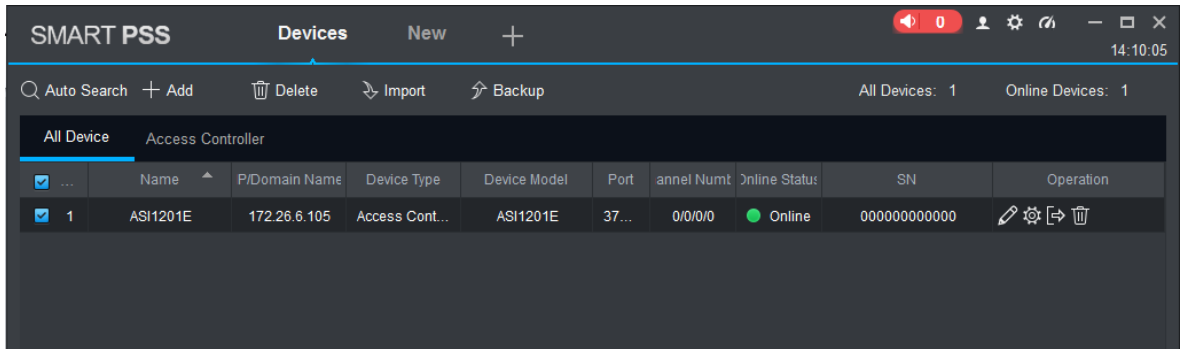
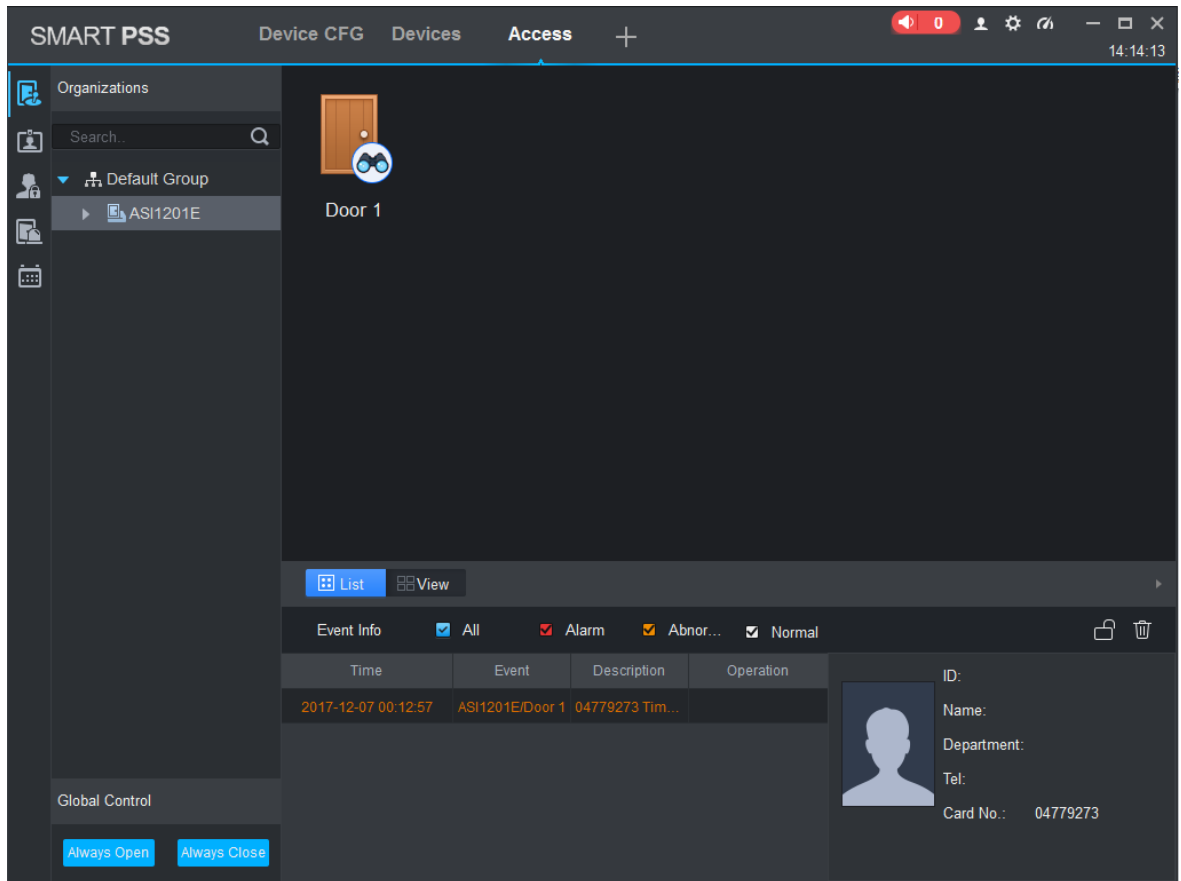

Figura 5-4
Figura 5-7
Paso 5 Ingrese "Nombre de usuario" y "Contraseña" para iniciar sesión en el dispositivo y haga clic en "Aceptar". El sistema muestra la lista de dispositivos agregados, como se muestra en la Figura 5-4.
El sistema muestra la lista de dispositivos agregados, como se muestra en la Figura 5-4. Las puertas del controlador agregado se muestran en la pestaña "Acceso", como se muestra en la Figura 5-7.